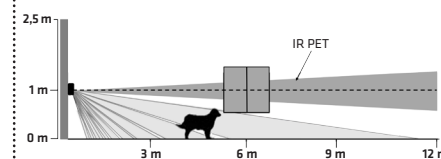

Fig. 10
- se è richiesta l'immunità agli animali (funzione PET), posizionare il DIP 1 del dip-switch su ON e installare il sensore ad un'altezza max di 1 - 1,5 m dal suolo (Fig. 10);
Se è richiesta una installazione immune agli animali domestici (PET), il sensore (Fig. 10) deve essere installato ad un'altezza compresa tra 1 - 1,5 m e il DIP 1 del dip-switch presente sulla scheda sarà portato su ON. La portata max del sensore si riduce a circa **6 - 8 m** e l'allarme sarà segnalato quando entrambi i fasci IR e la microonda rileveranno il movimento.